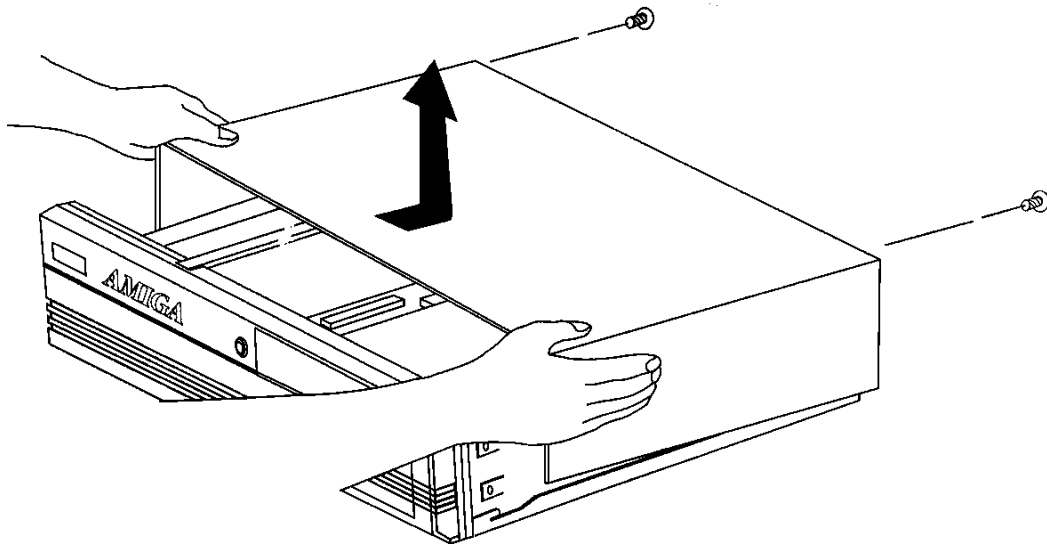

Abbildung 3-1. Abnehmen der Abdeckung der A4000-Haupteinheit
3. Ergreifen Sie die Abdeckung an beiden Seiten (siehe Abbildung 3-1) und schieben Sie sie nach hinten oben.